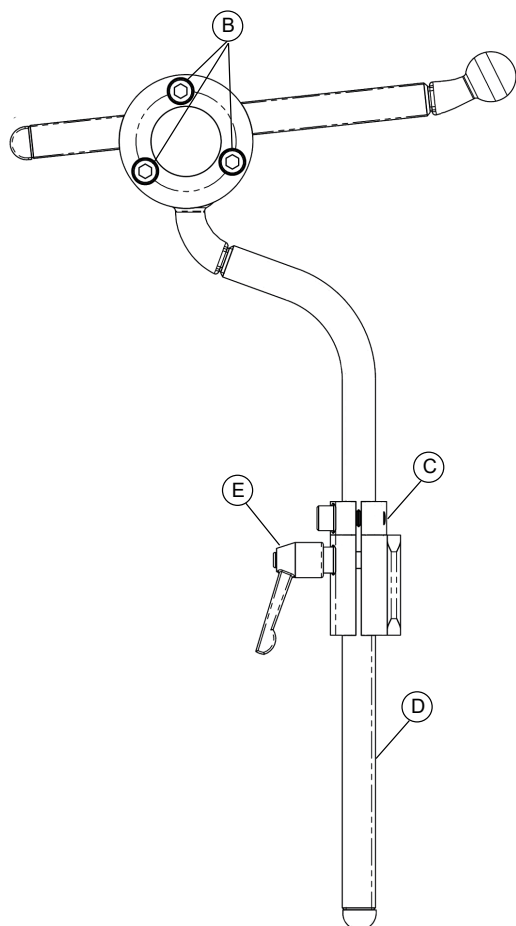
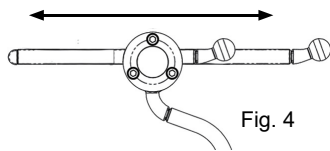
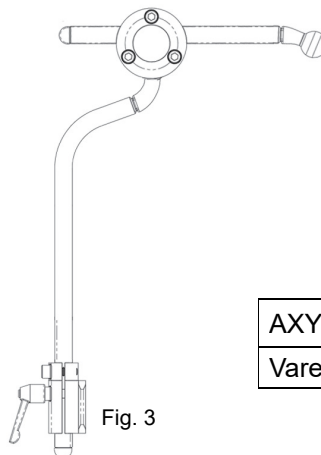

Fig. 1
Fig. 4
Fig. 3
1. Monter som vist i Fig. 1.
1. Vertikalt - løsne hendelen (Fig. 1, E) og juster til riktig høyde, tilpass deretter sikkerhetsringen (Fig. 1, C). Den vertikale stangen kan roteres for å justere vinkelen på puten/festeplaten.
2. Dybde- og vinkeljustering - løsne de tre justeringskruene (Fig. 1, B) for å utføre dybde- og vinkeljustering (Fig. 4 og 5). Roter den horisontale stangen 180° for å justere vinkelen ytterligere (Fig. 3). Reverser den vertikale stangen 180° for å øke dybdejusteringen (Fig. 3).